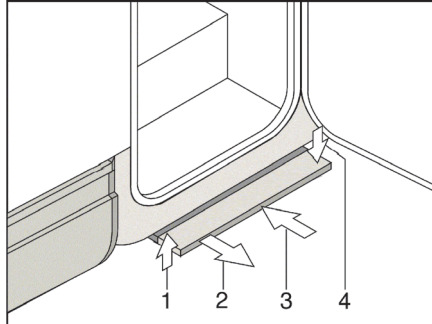

Bild 7 Mechanisch bedienbare Eintrittstufe
Ausziehen: ■ Die Eintrittstufe nach vorn ziehen (Bild 7,2), bis sie einrastet.
Einschieben: ■ Die Eintrittstufe leicht anheben (Bild 7,1).
■ Die Eintrittstufe bis zum Anschlag unter den Fahrzeugboden (Bild 7,3) schieben. Darauf achten, dass die Eintrittstufe einrastet (Bild 7,4).